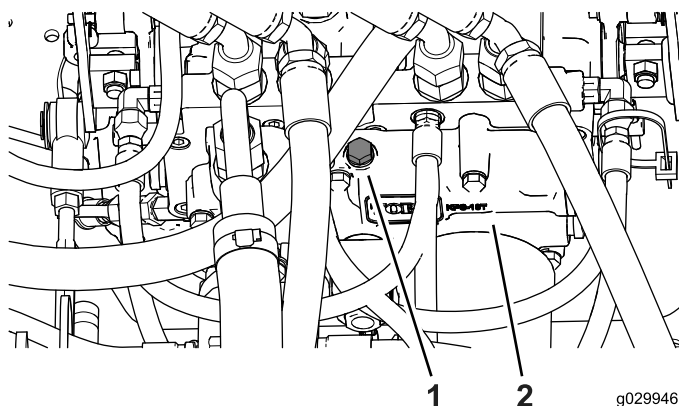

図 11
1. 油圧トランスミッションについているプラグねじ式を抜き取る 図 11。